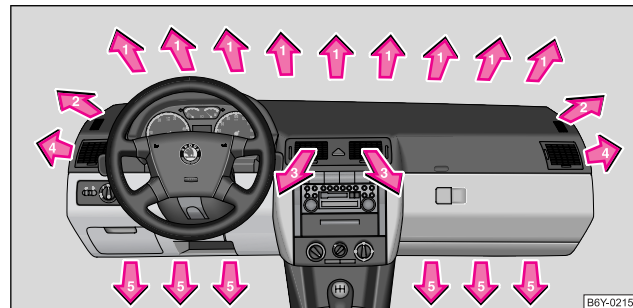

Fig. 88 Difusores de salida de aire
- Abrir los difusores de salida de aire 4 ⇒ página 105, fig. 88 y dirigirlos hacia el cristal lateral.
- Abrir los difusores de salida de aire **3 y 4** ⇒ **página 105, fig. 88**